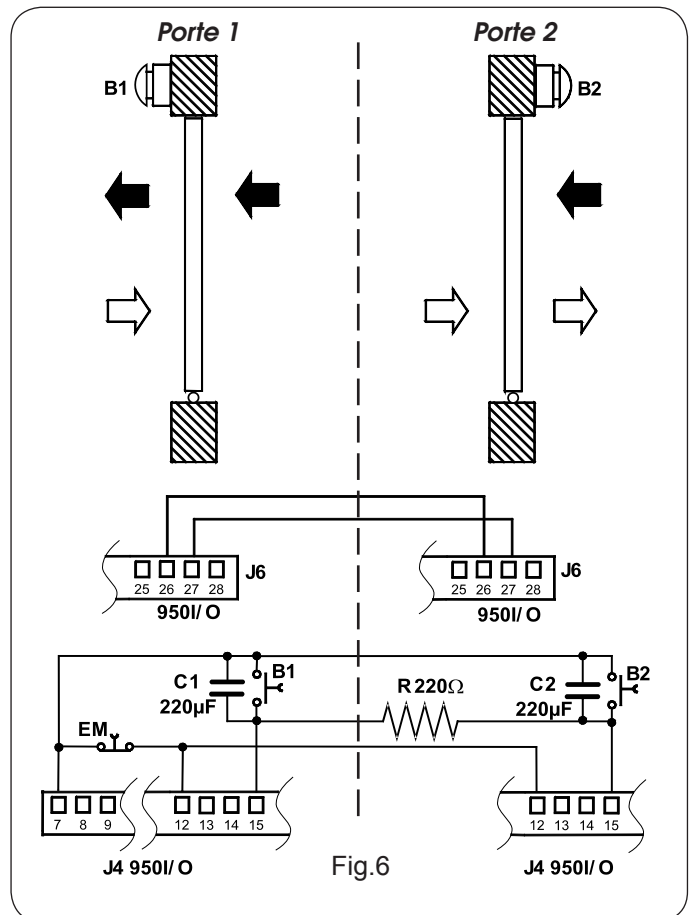

Fig.6
- Réaliser les connexions entre les armoires 950I/O des deux automatismes, des boutons et des composants électroniques complémentaires d'après la fig.6.